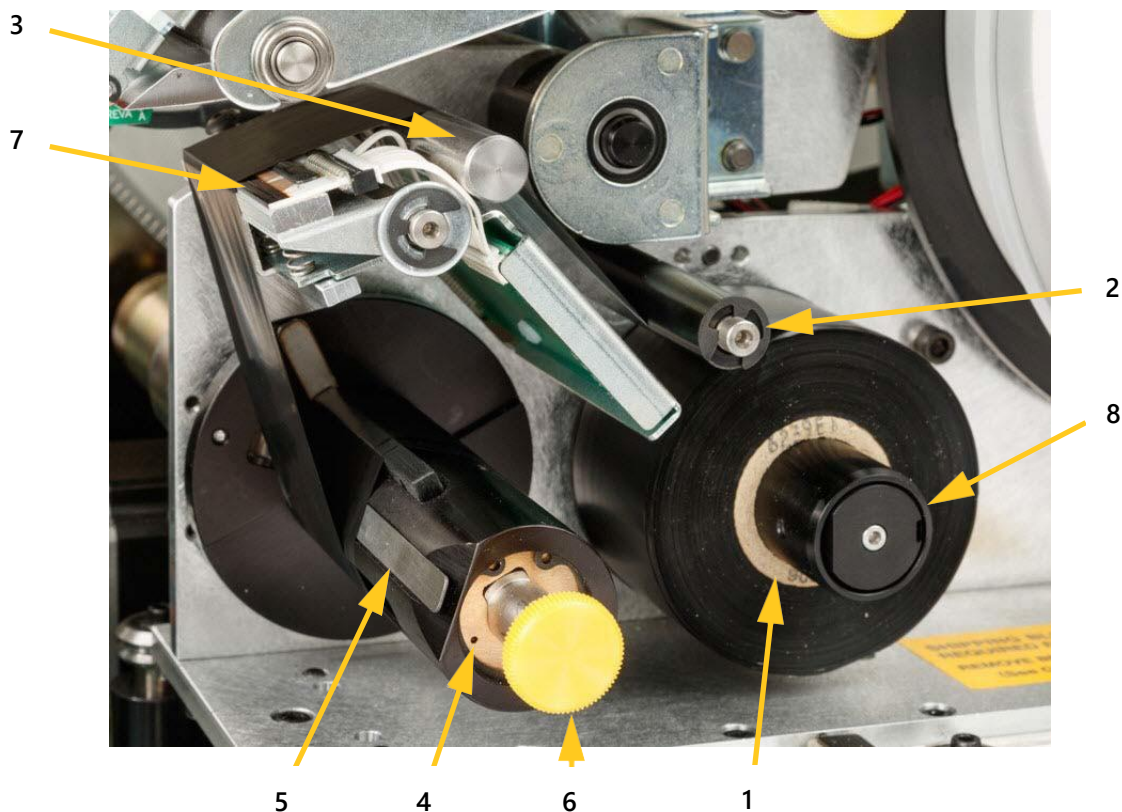

図4-11 リボンパスの部品
リボンが装填されている場合は、取り外します（4-21ページ図4-11を参照）：
- リボンをガイドローラーの下に通し、ガイドバーとプリントヘッドの上に通します。4-21ページ図4-11を参照してください。
注：リボンロールが4-21ページ図4-11のように取り付けられていることを確認してください。